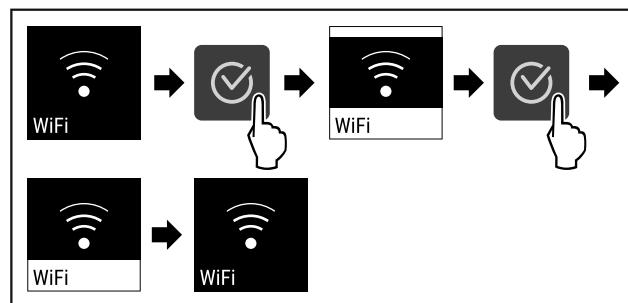

Fig. 76
- Провести етапи операцій (див. Fig. 76).